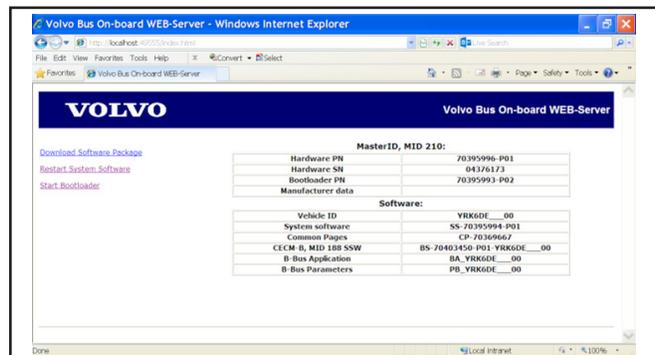

Figure 39 - Page VOLVO WEB SERVER
3. L'adresse entrée, le navigateur ouvrira la fenêtre avec les liens suivants : **DOWNLOAD SOFTWARE PACKAGE** et **RESTART SYSTEM SOFTWARE**, etc. Voir Figure 39.